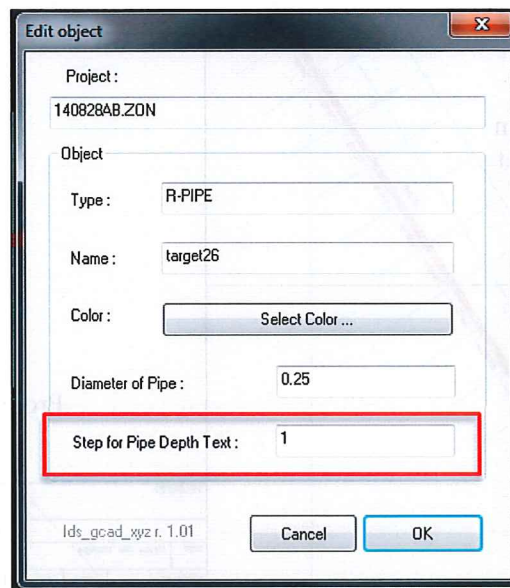

Fig. 6.11 - 情報コマンド・ウィンド
11. **Object Information**  は、AutoCad カーソルを白い正方形に変形させる; 望む項目をクリックすることができ、Fig. 6.8 のウィンドが現れる。このウィンドは「プロジェクトとゾーン」に関する、そして選択対象物についての情報に関する一般的情報を全て、例えばプロット R-PIPE のタイプと名称 PIPE-01 を表示する (Fig. 6.11 を参照)。
- **Step for Pipe Depth Text:** 各パイプに関連したフィールドの距離間隔を選択する(Fig. 6.11 の赤い長方形)。この方法で、基準表面(XY 平面)に関してターゲットを見つけられる深さをわずかに読むことができる。